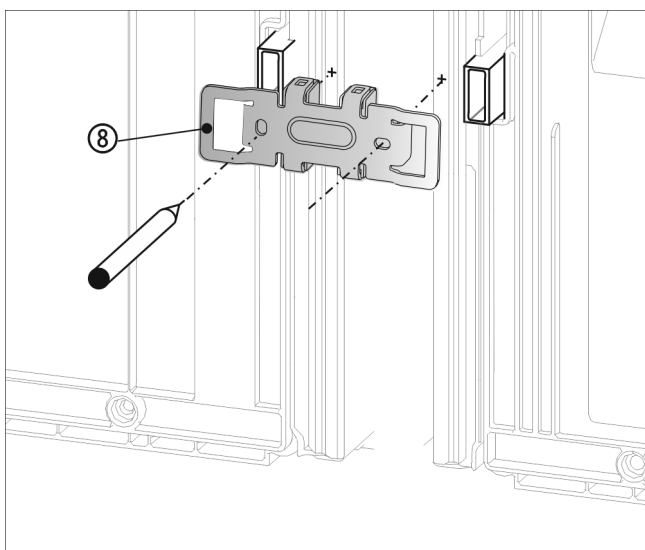

Fig. 21
- ▶ Hoekstuk Fig. 21 (8) met de uitsparingen boven de opname voor wandafstandshouder schuiven.